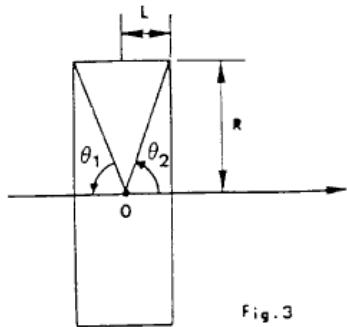

Fig. 3
a) Induction au centre de la bobine (figure 3)